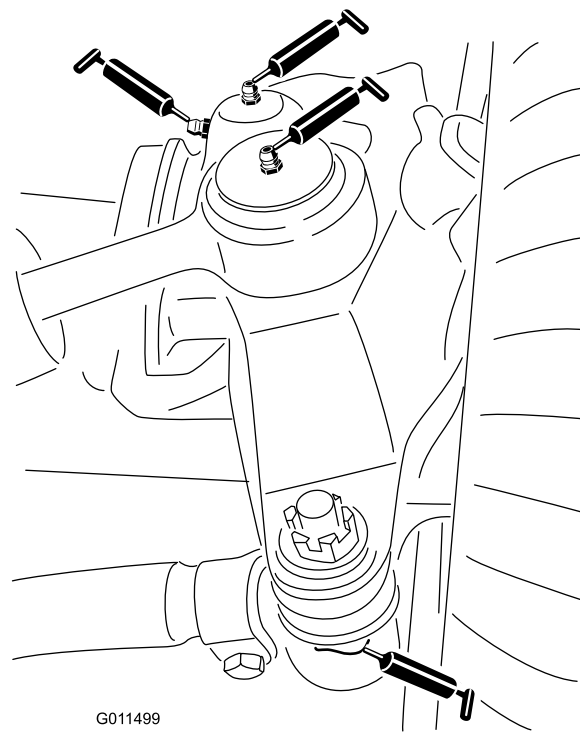

図 77
- ステアリングシリンダのボールジョイント 2ヶ所 図 77
- タイロッドのボールジョイント2ヶ所 図 77
- キングピンのブッシュ2ヶ所 (図 77)